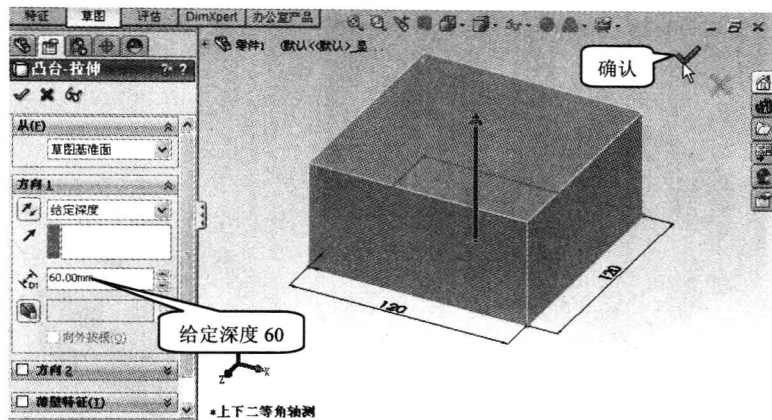

图 1-11 设置拉伸属性
(6) 单击“视图（前导）”工具栏上的“整屏显示全图”图标 ，调整视图显示。
(7) 单击确认角的“结束并接受草图绘制”图标，退出绘制草图状态。系统自动进入拉伸属性设置状态，如图 1-11 所示。